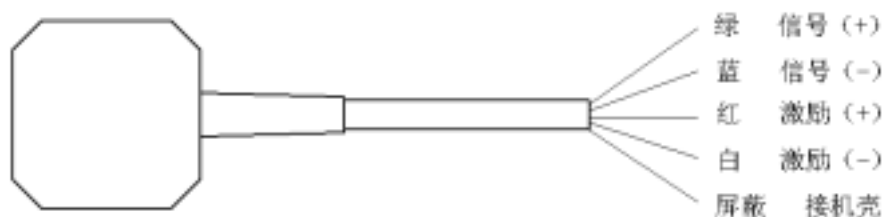

图3
3. 将四芯线和屏蔽线按图 3 所示分别接到电桥桥盒或电缆插头的对应位置上。